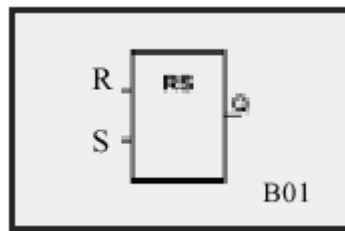

Fig. 4.31
- Ahora, es entonces necesario establecer los parámetros, o sea, poner los valores con las teclas (+) ó (-) según corresponda. Por ejemplo si I 1 será ajustado, presione OK cuando se muestre I 1, como se ve en la Fig. 4.31 (el rango de variación de I es desde I 0 a I 12).